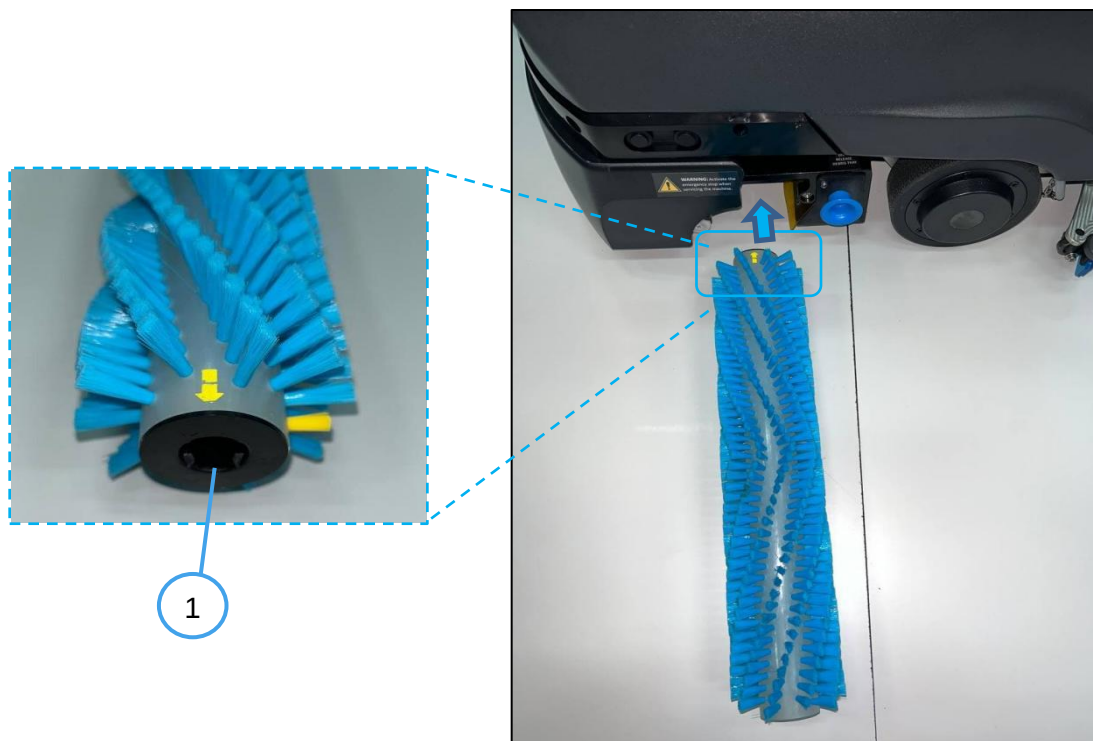

Fig. 2
2. Localisez l'extrémité de la brosse avec l'alignement femelle et le dispositif de verrouillage (Fig. 2 - 1) et placez-la dans la fente de la brosse.